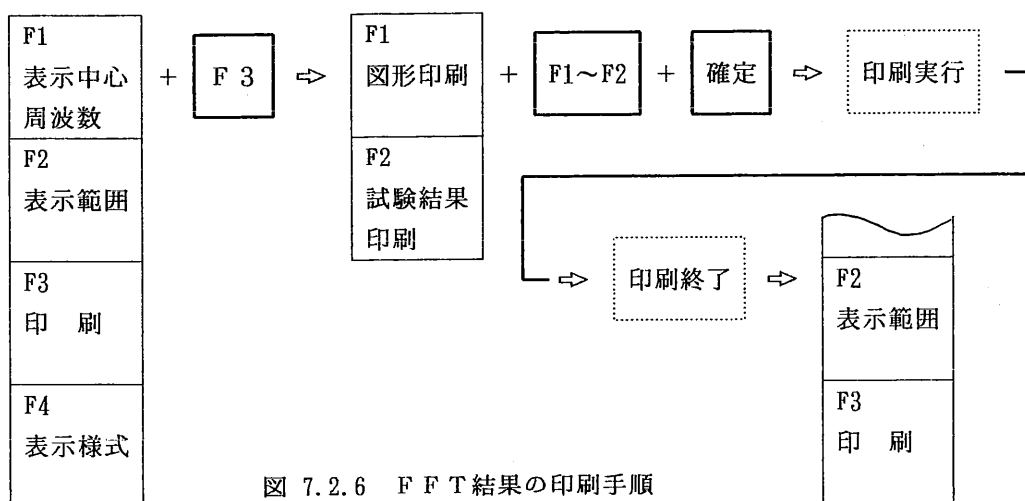

図 7.2.6 FFT結果の印刷手順
- ⑧〔FFT実行〕次に確定キーを1回押します。周波数分析が実行され、FFT結果が表示されると共に、メニューエリアには表示中心周波数、表示範囲、印刷及び表示様式の選択メニューが表示されます。もし、確定キーを押す前に他の様式を選択する必要が生じた際は、選択キー〔F 4〕1回押して下さい。再度メニューエリアには表示様式の選択メニューが表示されます。そこで再度⑦の手順で、所定の表示様式を選択して下さい。
- ⑨〔FFT結果の印刷〕FFTの実行に続いて、この周波数分析の結果を印刷するときは、図 7.2.6 のにおいて、選択キー〔F 3〕を1回押します。